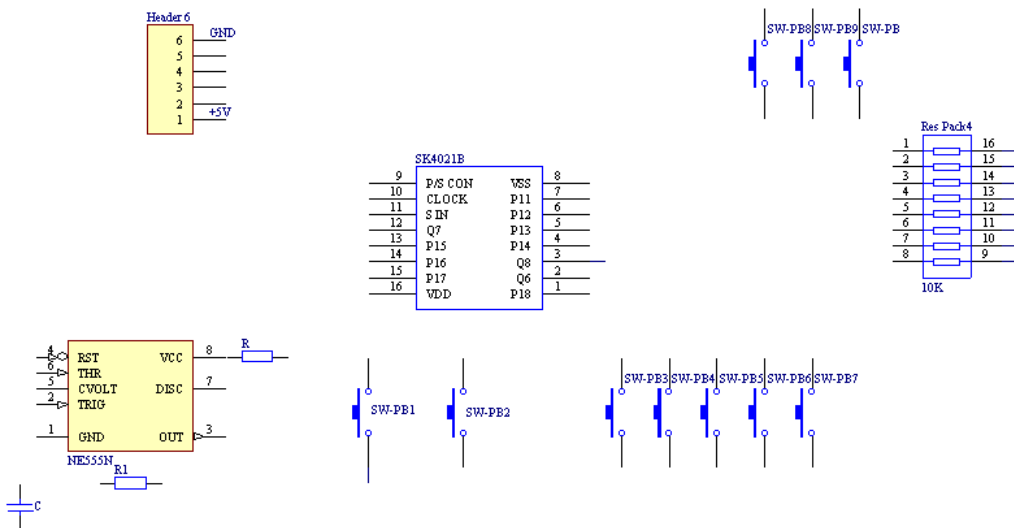

图 15-48 控制盒电路原理图中的元件布局
Step3 放置好元件后,设置元件各项属性并对元件进行布局。控制盒电路原理图中的元件布局如图 15-48 所示。